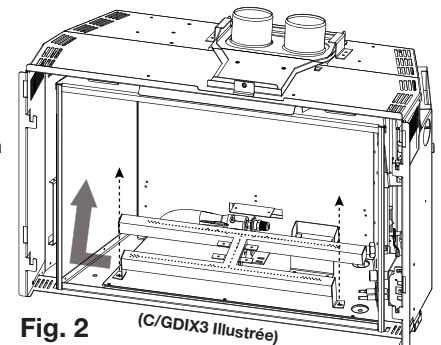

Fig. 2 (C/GDIX3 Illustrée)
3. Retirez les 2 vis servant à fixer le brûleur tubulaire. Le-glissez au côté gauche, puis la soulevez et retirez (**Fig. 2**).